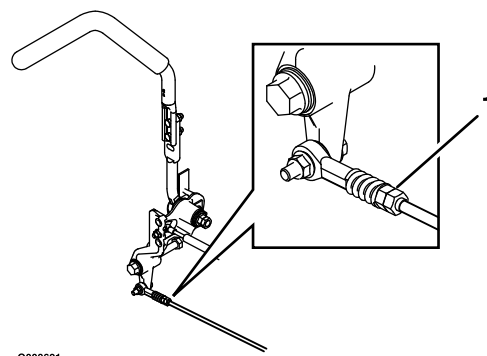

Figure 70
7. Amenez les leviers de commande de déplacement en position point mort. Réglez la longueur des tiges de pompes en tournant les doubles écrous dans le sens voulu jusqu'à ce que les roues tournent légèrement en marche arrière (Figure 70). Amenez les leviers de commande de déplacement en position de marche arrière et, tout en appuyant légèrement sur les leviers, laissez les ressorts d'indicateur de marche arrière ramener les